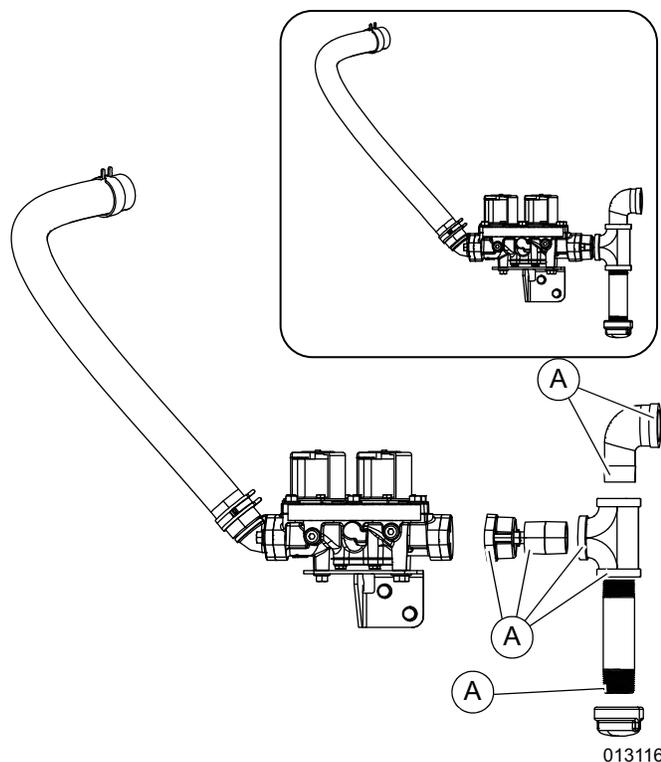

Figure 4-6. Vérification des fuites aux points de raccordement
Voir **Figure 4-6**. Effectuer un essai d'étanchéité du circuit de carburant après l'installation de la génératrice. L'essai permettra d'identifier les fuites éventuelles à tous les points de raccordement (A).